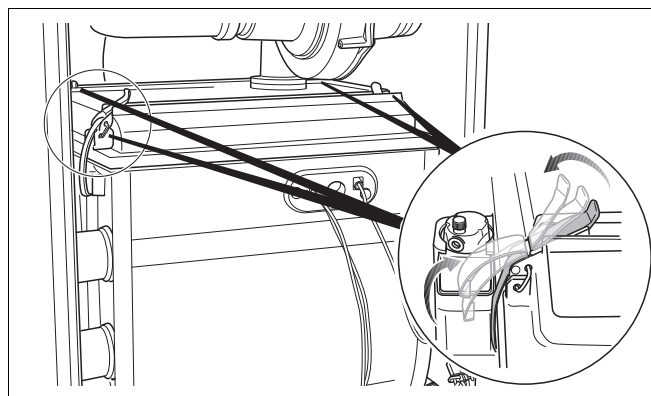

Fig. 86 Aprire le chiusure a scatto
- Aprire le 4 chiusure a scatto sul coperchio del bruciatore (fig. 86). Le chiusure a scatto possono essere in tensione.